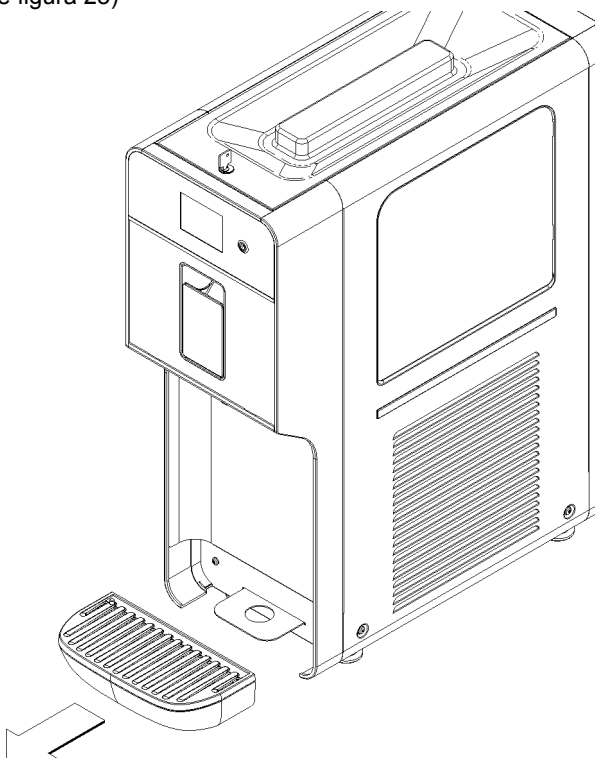

figura 25
- 10** Rimuovere il cassetto raccogli gocce dalla sua sede. (vedere figura 25)